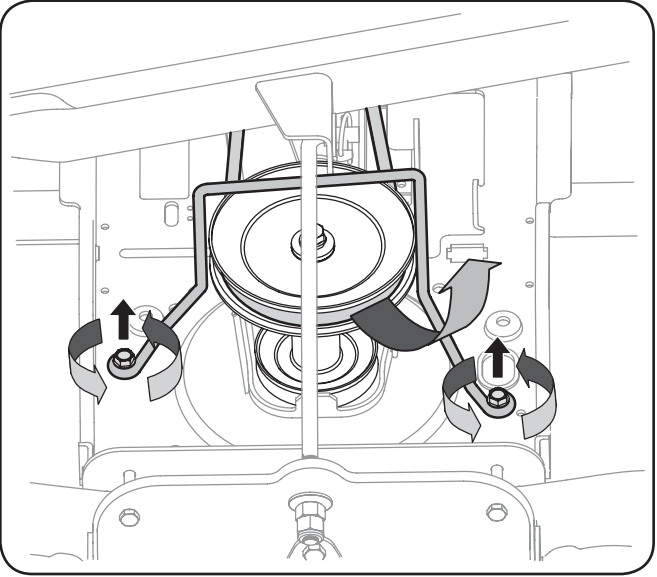

Figure 7-1
- 11. Remettez le dispositif de protection de la courroie en place. Voir la Figure 7-1.
- 3. Localisez la poulie motrice (ou de l'embrayage de la prise de force électrique, le cas échéant) sous l'avant du tracteur. Voir la Fig. 7-1.
- 4. Démontez le dispositif de protection de la courroie et la courroie comme suit. Voir la Fig. 7-1.